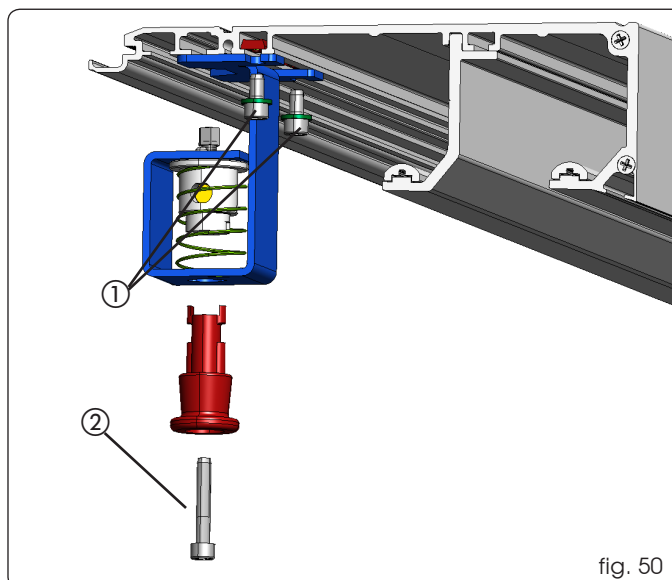

fig. 50
- Zet de ontgrendelknop op de zijbeugel zoals aangegeven in fig. 50, na twee plaatjes in het profiel te hebben gezet (fig. 50 ref. ①).
**als er een ontgrendelknop is, moet, om de afdekkap te openen, deze knop worden gedemonteerd door de schroef in fig. 50 ref. ② los te draaien**